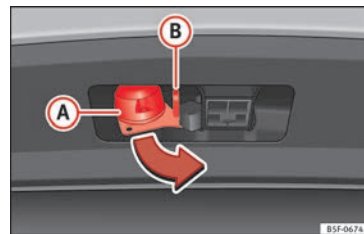

Abb. 220 13-polige Steckverbindung drehen
- Halten Sie die 13-polige Steckverbindung im Bereich **(A)** und ziehen Sie sie in Pfeilrichtung heraus »» **Abb. 220**.
- Halten Sie die 13-polige Steckverbindung im Bereich **(A)** und stecken Sie sie entgegen der Pfeilrichtung ein »» **Abb. 220**.
Die Sicherheitsöse **(B)** »» **Abb. 220** dient dem Einhängen des Halteseils des Anhängers.